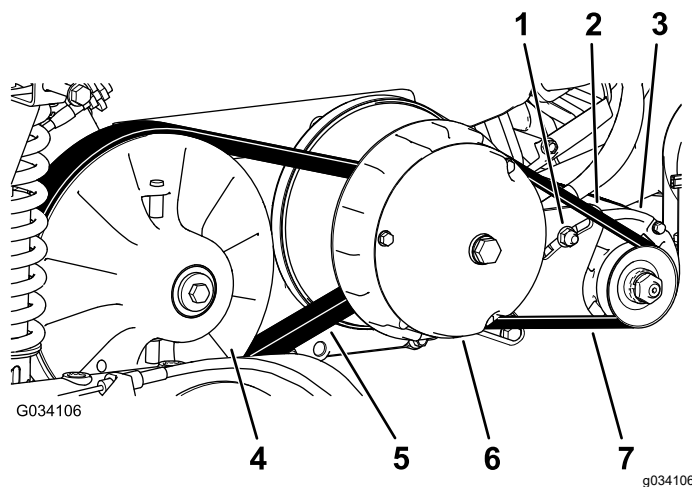

Figure 65
6. Faites tourner la courroie (Figure 65) pour vérifier qu'elle n'est pas excessivement usée ou endommagée.
3. Faites tourner la courroie et faites-la passer sur l'embrayage secondaire (Figure 65).
4. Enlevez la courroie de l'embrayage primaire (Figure 65).
5. Placez la courroie neuve sur l'embrayage principal (Figure 65).
6. Faites tourner la courroie et faites-la passer sur l'embrayage secondaire (Figure 65).
2. Desserrez l'écrou de pivot de l'alternateur (Figure 65).
4. Appuyez sur le levier pour faire pivoter le démarreur vers le bas dans la fente jusqu'à ce que la tension de la courroie produise une flèche de seulement 6 mm (¼ po) quand une force de 44 N·m (10 pi-lb) est appliquée (Figure 65).
5. Resserrez l'écrou de pivot à la main et enlevez le levier (Figure 65).